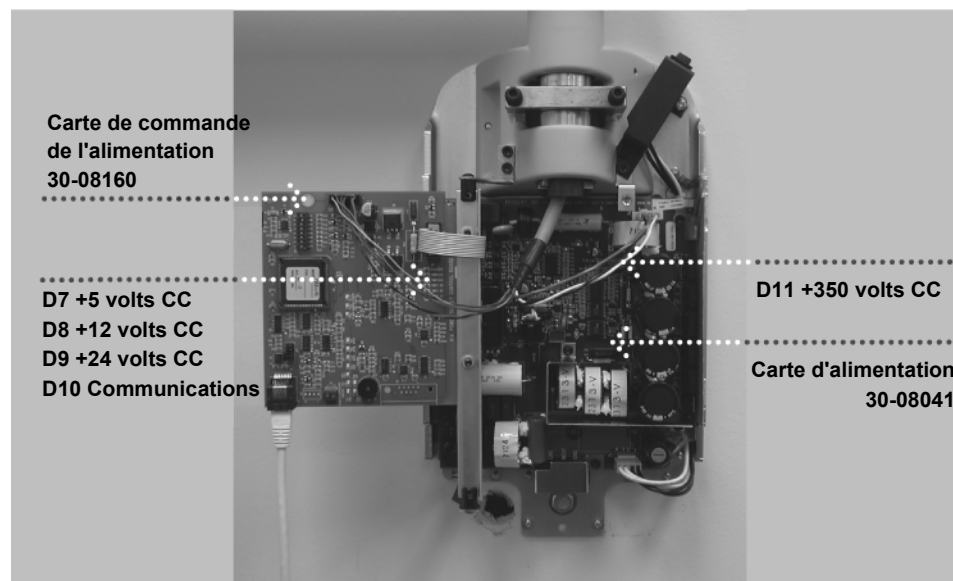

Figure 34
1. Sur la carte d'alimentation 30-08041, illustrée à la *Figure 34*, vérifiez que la DEL D11 est allumée. Lorsqu'elle est allumée, la DEL permet de vérifier que des tensions d'alimentation appropriées sont présentes.
2. Sur la carte de commande de l'alimentation 30-08160, illustrée à la *Figure 34*, vérifiez que les DEL D7 (+5 VCC), D8 (+12 VCC) et D9 (+24 VCC) sont allumées et que la DEL D10 clignote. Lorsqu'elles sont allumées, les DEL permettent de vérifier que des tensions d'alimentation appropriées sont présentes. Si les DEL ne sont pas allumées, reportez-vous à la procédure « Aucun affichage sur le tableau de commande alors que l'interrupteur de mise sous tension est en position ON » de la section Dépannage à la page 72 du présent manuel.